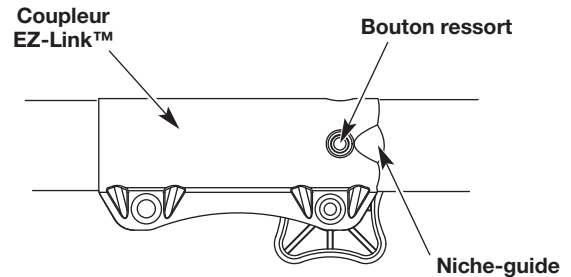

Fig. 5
REMARQUE : Alignez le bouton-ressort avec la niche-guide pour faciliter l'installation (Fig. 5).
2. Appuyez sur le bouton-ressort et maintenez-le enfoncé (Fig. 5).